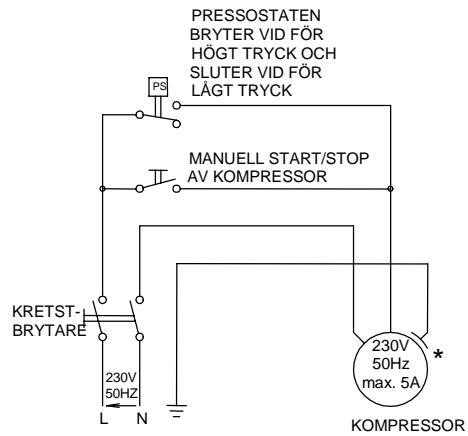

Fig. 5.
10. Installation av 1 x 230 V kompressor utförs enligt tillverkarens/leverantörens instruktioner. Pressostaten monteras på fasledningen mellan brytaren och kompressorn. Pressostaten skall vara inkopplad vid lågt tryck, vattenbrist, se fig. 5.